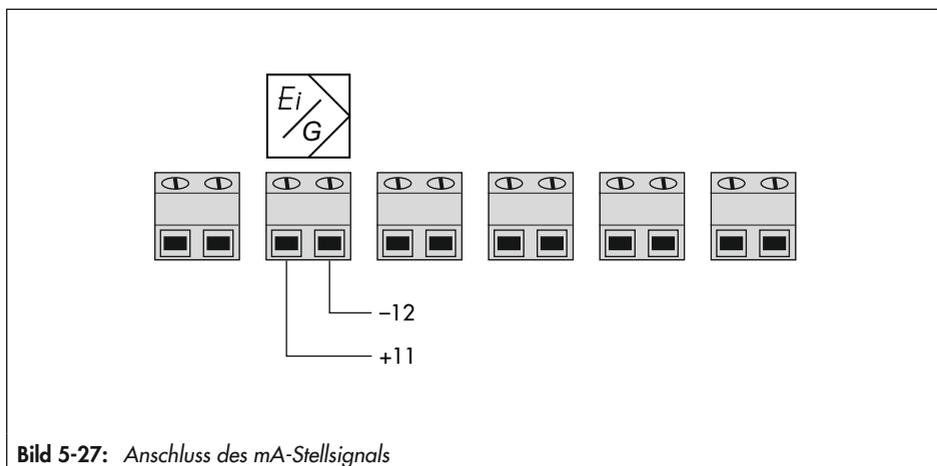

Bild 5-27: Anschluss des mA-Stellsignals
- Hilfsenergie (mA-Stellsignal) nach Bild 5-27 anschließen.